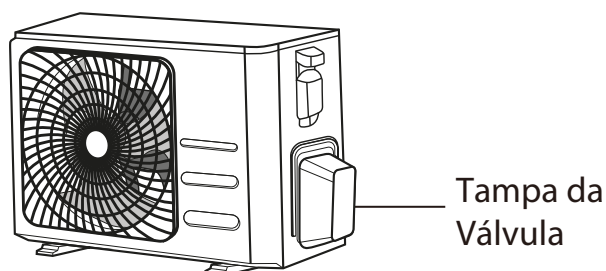

Fig. 7.9
1. Desaperte a tampa da válvula na lateral da unidade exterior. (Ver Fig. 7.9)